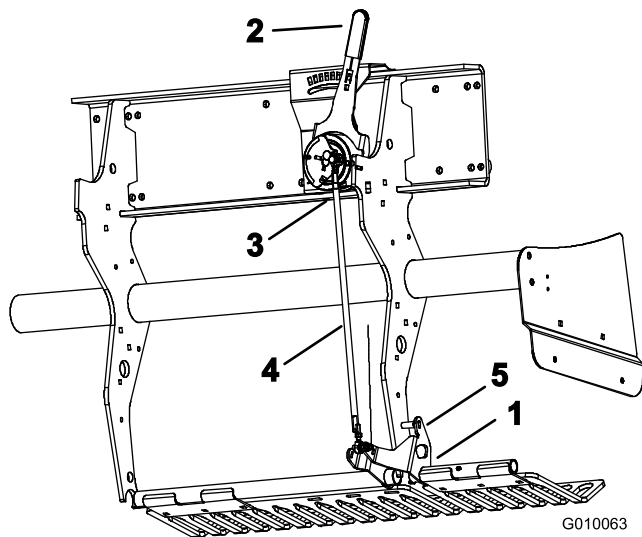

図 58
(図 58) を上に回転させて、固定ピン (5/16" のドリルビットかボルトを使う) を、ブラケットと深さ設定チューブの間に挿入する。
2. 芝面追従レバー (図 58) を H (一番深い設定) にする。
3. アウトボード・ボール・スイッチ (図 58) をワイヤ・ハーネス (ヘッド降下スイッチ) から外す。
4. 深さ調整タイロッドのジャムナット (左右) をゆるめる (図 58)。